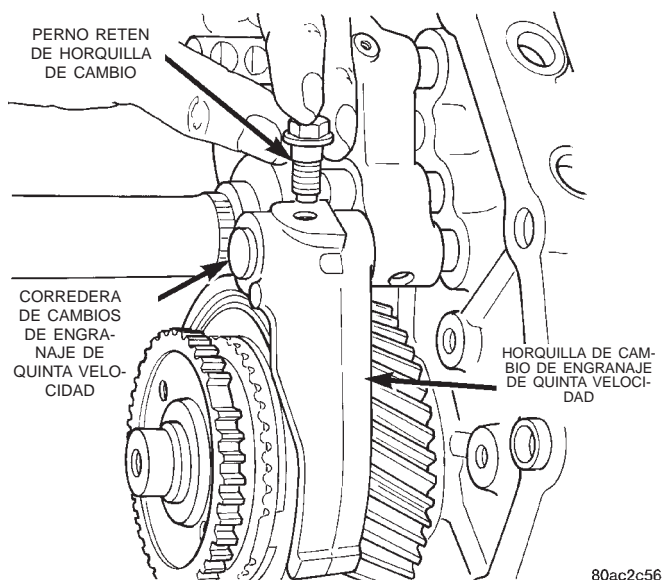

Fig. 95 Instalación de perno retén del engranaje de quinta velocidad
(45) Emplace el aro de bloqueo del engranaje de quinta velocidad sobre el árbol intermediario.
(46) Utilizando una maceta adecuada y un separador, golpee suavemente el aro de bloqueo del engranaje de quinta velocidad sobre el árbol intermediario.
(47) Instale un perno nuevo para fijar la horquilla de cambio del engranaje de quinta velocidad en la corredera de cambios del engranaje de quinta velocidad (Fig. 95).